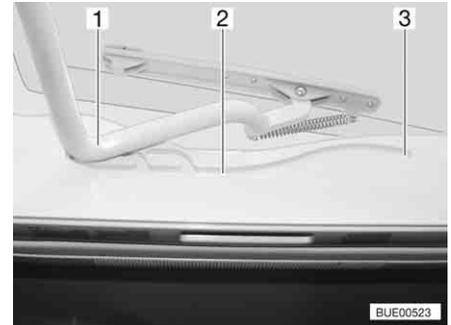

Fig. 19 Claraboya inclinable, guía
- Tirar la horquilla (Fig. 19,1) en las guías (Fig. 19,2) hasta la posición trasera final (Fig. 19,3).
- Empujar el estribo (Fig. 19,1) ligeramente hacia arriba con ambas manos.
- Tirar el estribo en las guías (Fig. 19,2) hasta la posición deseada.